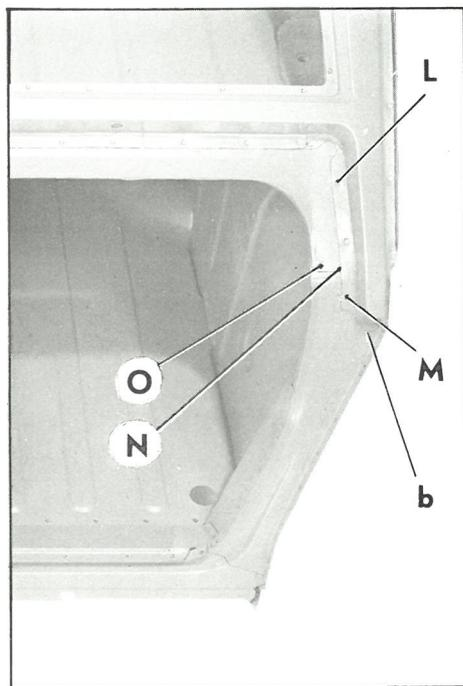

Fig. 3
- en LM (fig. 3)
- en N (fig. 3) (un point) (trois tôles)
- en O (fig. 3) (un point) (une tôle)